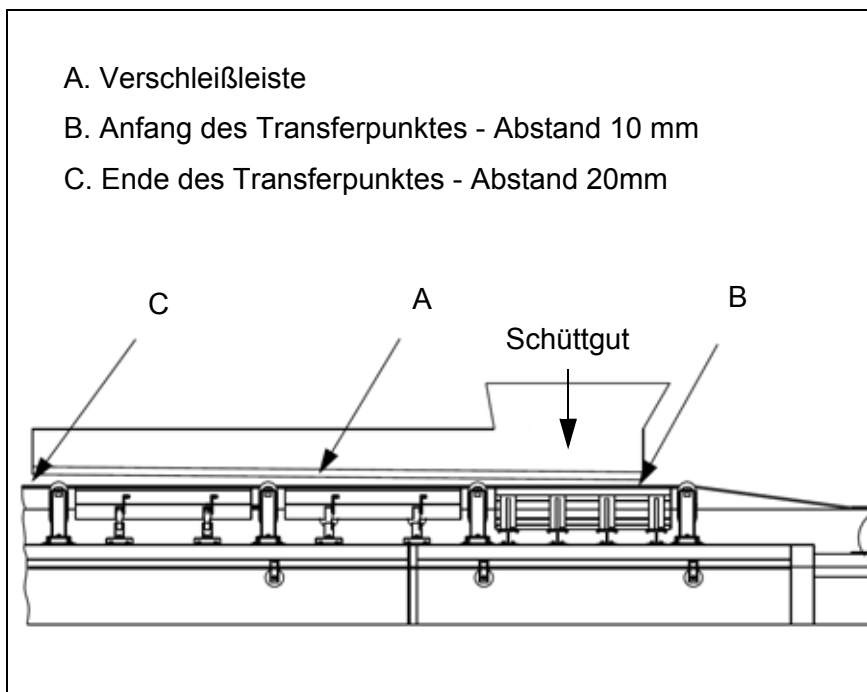
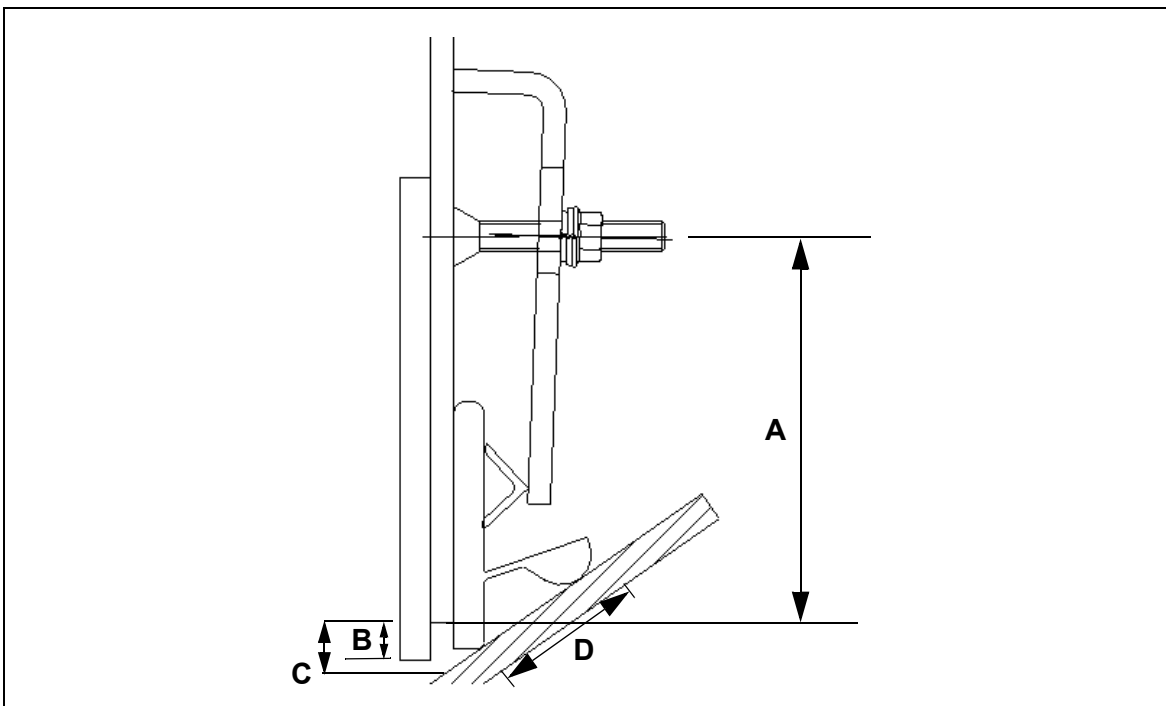

Abb. 1: Position der Schurrenwand und der Verschleißleiste
Abb. 3: Installationsmaße MARTIN® APRON SEAL™ Seitenabdichtungssystem (exemplarisch)
1. Die MARTIN® DURT TAMER™ Verschleißleiste (A, Abb.1) sollte am Anfang des Transferpunktes ca. 10 mm (B, Abb.1) vom Förderband entfernt sein. Dieser Abstand sollte auf ca. 20 mm (C, Abb.1) am Ende des Transferpunktes ansteigen (für Details siehe Punkt C in Abb. 3 und Tab. 2, Seite 15).